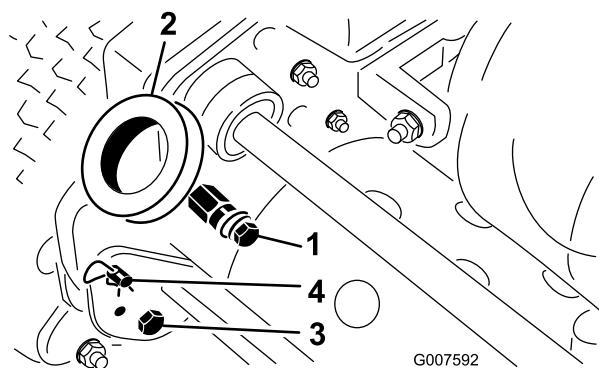

Figure 2
- Enlevez les gouilles fendues et les axes de chape qui fixent les bras à l'arrière du cadre (Figure 2).
1. Retirez les goupilles fendues des axes de chape de chaque côté de la machine (Figure 2).
2. Soutenez le guidon et retirez les axes de chape de chaque côté pour monter ou descendre le guidon à la hauteur voulue (Figure 2).